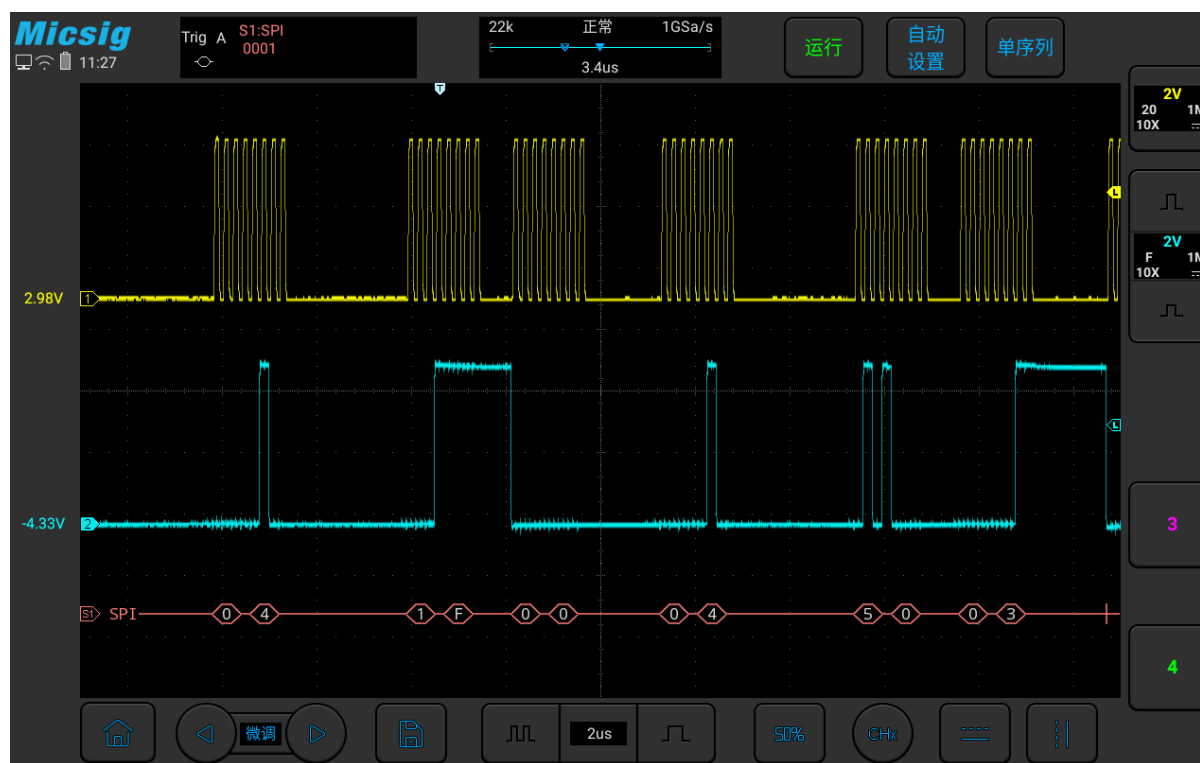

图11-20 SPI 图形界面
(3) 打开触发设置菜单，触摸屏上点按数据，使用虚拟软键盘设置要匹配的数据为“0001”；
(4) 依据信号幅值调节2个通道阈值电平； SPI 触发图形界面见图 11-20：